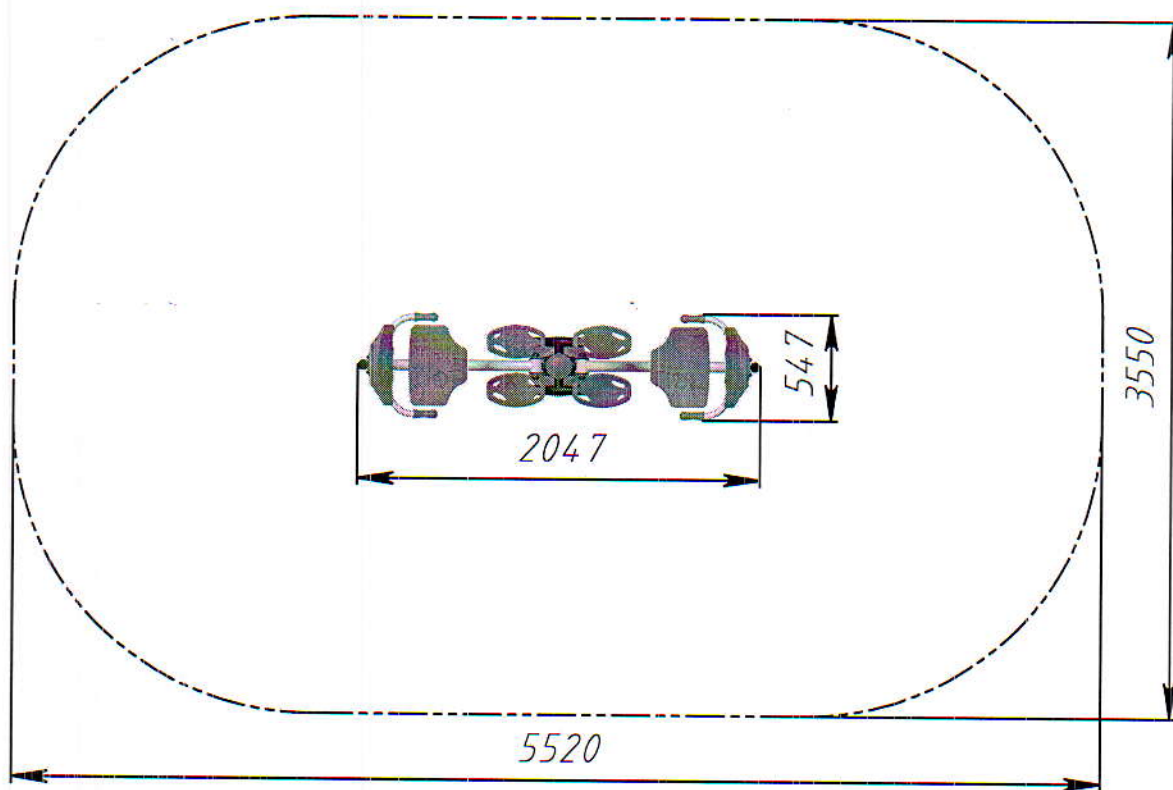

Рис.2 Зона безопасности тренажера "Жим ногами" РТР 505Т
3.5. Монтаж тренажера проводится на ровном месте в соответствии с планировкой размещения всего оборудования площадки. При монтаже необходимо обеспечить безопасную зону вокруг тренажера в соответствии с рис. 2.